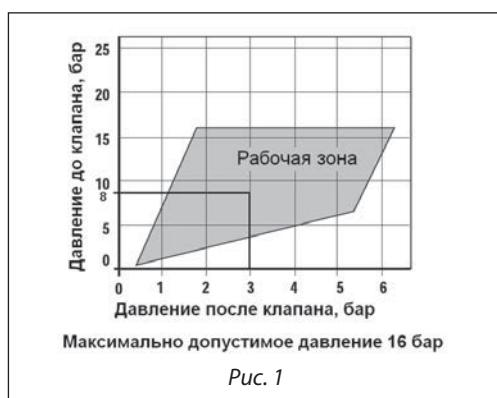

Рис. 1
- 1) проверить на применение по давлению до и требуемому давлению после клапана (рис. 1);
- 1) проверить на применение по давлению до клапана и требуемому давлению после клапана (рис. 1);